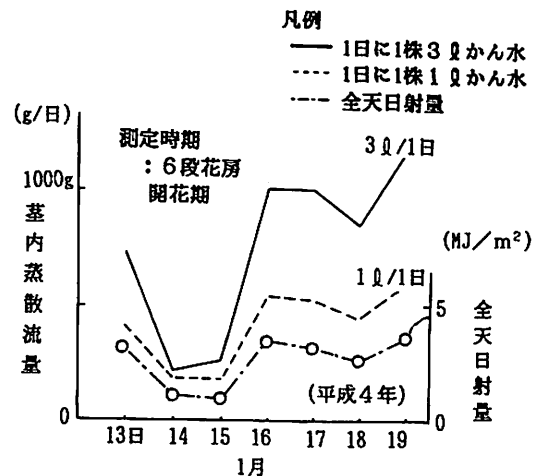

図3 日射量と茎内蒸散流量
②かん水量が多いと蒸散流量も多くなり、日射量の多い日ほどかん水量の少ないトマトとの差は大きくなる（図3）。
③かん水量が少なく蒸散流量が少ないトマトは、正常果の割合が増加し、その平均果重は軽くなる（表1）。